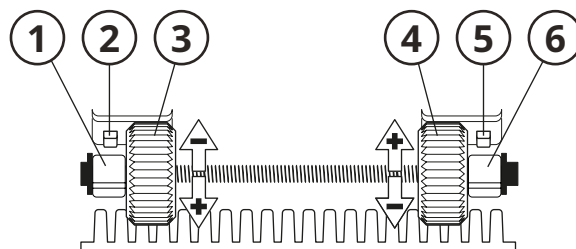

Fig. 7
3. Réglage grossier de la position finale pour le déploiement ; Tourner le tambour dans le sens anti-horaire côté moteur, jusqu'à ce que la roue de déroulement (3, Fig. 7) soit bloquée au clip arrêt (1). Cela ressemble à un bruit de cliquetis.
5. Retirer les clips d'arrêt de déploiement (1, Fig. 7).
9. Retirez les clips d'arrêt d'enroulement (6, Figure 7).
2. Réglez les positions finales en vissant les roues d'enroulement et de déroulement (3, 4, **Fig. 7**).